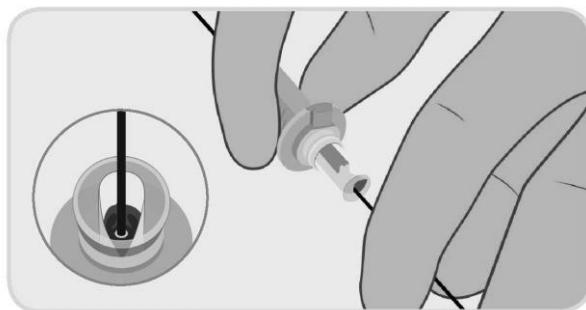

Figura 7. Caricamento del filo guida nella cannula del dispositivo.
- a. Usare una soluzione salina non eparinata per lubrificare il filo guida durante l'introduzione. Introdurre il filo guida nell'impianto all'interno della cannula di caricamento, Figura 7. Continuare a introdurre il filo guida fino a farlo fuoriuscire dalla parte posteriore dell'impugnatura del dispositivo di chiusura PerQseal+. Tenere l'introduttore a guaina PerQseal a un'angolazione bassa rispetto all'asse longitudinale dell'arteria (ad es. 20°) e quanto più possibile dritto per evitare piegamenti.
Nota 2: Afferrare solo la parte posteriore della cannula di caricamento durante l'inserimento, come indicato in Figura 7.